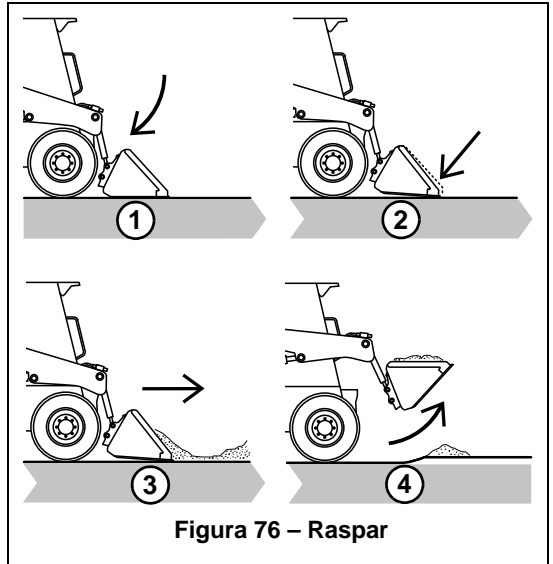

Figura 76 – Raspar
1. (Figura 76) Baixe o braço de elevação contra o quadro da carregadora.